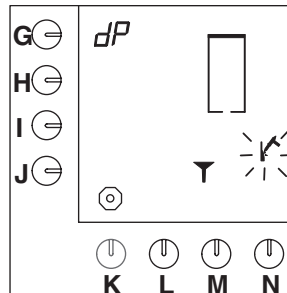

Fig. 23 Varmtvandssystemet beder om afkalker
- Der lyder et signal, hammersymbolet blinker, og der vises en tragt i displayet (fig. 23).